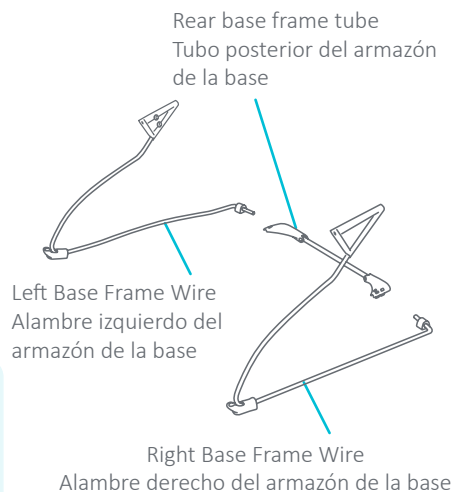
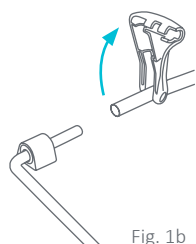

Fig. 1a
Fig. 1b
- Place the rear base frame tube on a flat surface (Fig. 1a) and lift the plastic corners (Fig. 1b). Insert the left and right base frame wires into the rear base frame tube. Push the plastic corners back down until they snap securely onto the base frame wires (Fig. 1c). Set the assembled Base frame aside and proceed to step 2.
- Coloque el tubo del armazón de la base trasera sobre una superficie plana (Fig. 1a) y levante las esquinas de plástico. (Fig. 1b) Introduzca los alambres derecho e izquierdo del armazón de la base en el tubo del armazón de la base trasera. Empuje las esquinas de plástico hacia atrás y abajo hasta que se fijen bien a presión en los alambres del armazón de la base (Fig. 1c). Deje a un lado la estructura de la base ensamblada y proceda con el paso 2.